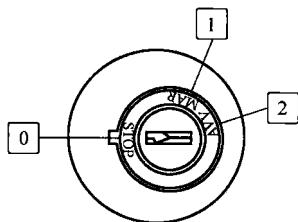

图 1-2 点火开关档位
如图 1-2 所示，点火开关（钥匙开关）有三个位置：停止档①(STOP)；开启档②(MAR)；起动档③(AVV)。在起动位置③只能停留 30s，再次使用时，必须间隔 1min，以保护蓄电池和起动机。